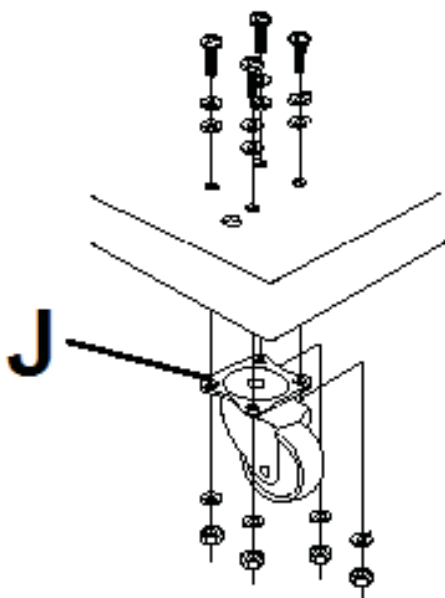

Рис. 3
- Прикріпіть чотири ролики до нижньої сторони основи за допомогою болтів з контршайбами і гайками (Рис. 3).